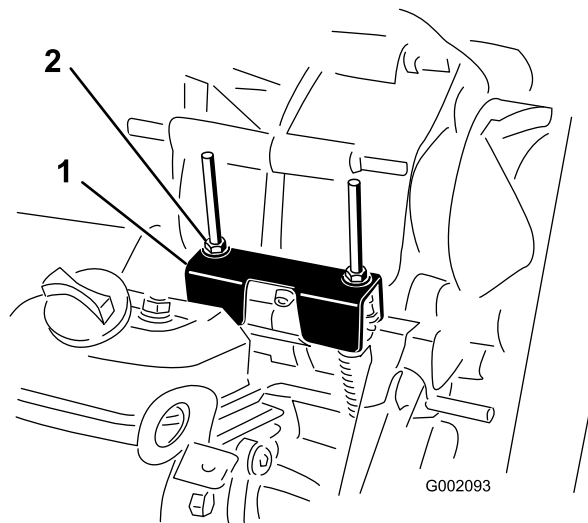

Figura 52
Para realizar operaciones de mantenimiento de rutina y/o diagnósticos del motor, debe ponerse el transeje en PUNTO MUERTO (Figura 52). El selector de marchas de la máquina dispone de una posición de PUNTO MUERTO, que controla el punto muerto del transeje. Deben tomarse las siguientes medidas para asegurarse de que la palanca de cambios acciona correctamente el punto muerto del transeje:
2. Asegúrese de que la pletina de punto muerto está en posición de PUNTO MUERTO (nivelada respecto al soporte de montaje del cable situado debajo del soporte del cambio de marchas) girando el embrague arrastrado (Figura 52).
3. Gire una de las contratuercas (Figura 52) para obtener un espacio de 0,76–1,52 mm entre la parte inferior de la tuerca/arandela y la pletina de punto muerto.